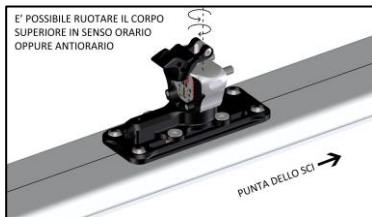

FIGURA 12
- Posizionare la talloniera nella configurazione illustrata in **FIGURA 12**, ruotandone manualmente il corpo superiore, ed avendo cura di ribaltare lo sportellino a fine corsa in direzione della coda dello sci.